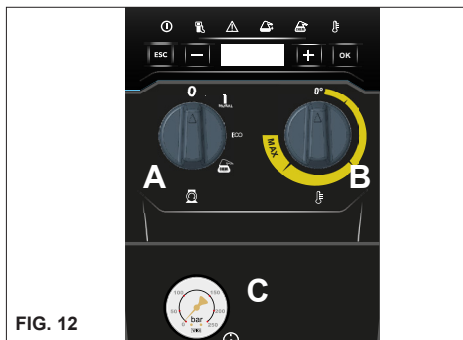

FIG. 12
Per azzerare le segnalazioni ruotare l' interruttore generale "A" in pos.'0' e successivamente in pos.'I' (fig. 12). Fare riferimento al fascicolo 'Pannello Comandi'.
- 1) Spegnerne il bruciatore ruotando il regolatore di temperatura in pos. "0" (fig. 12 B).
- 3) Arrestare l' idropultrice ruotando l'interruttore di accensione in pos. '0' (fig. 12 A).